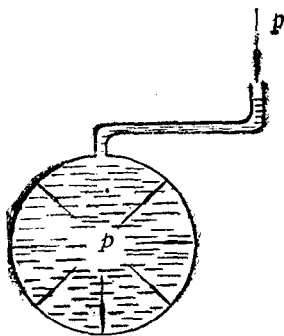
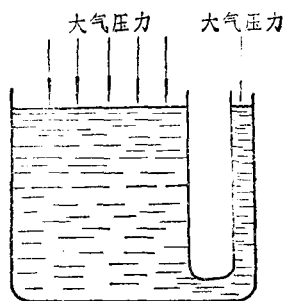

图 1-1 水在密闭容器内压力传递示意
图 1-2 连通器
2. 液体 可以流动，无固定形状，但有一定体积的物质叫做液体。如在常温常压下，水、酒精、油、硫酸、汞等，都属于液体。由于液体分子的排列比较紧密，在极大的外力作用下，它的体积才发生极微小的变化，因此，通常我们把液体看作是**不可压缩的。如图1-1所示，在一个装满液体的密闭容器里，当液体的某一部分受到外力作用时，它能够立即将加于它的力，大小相等地传到容器的其余部分。在图1-2的盛有液体的连通器里，如果连通器的两个液面上所受的压力相等，则连通器的两个液面始终保持在同一水平面上。锅炉水位表